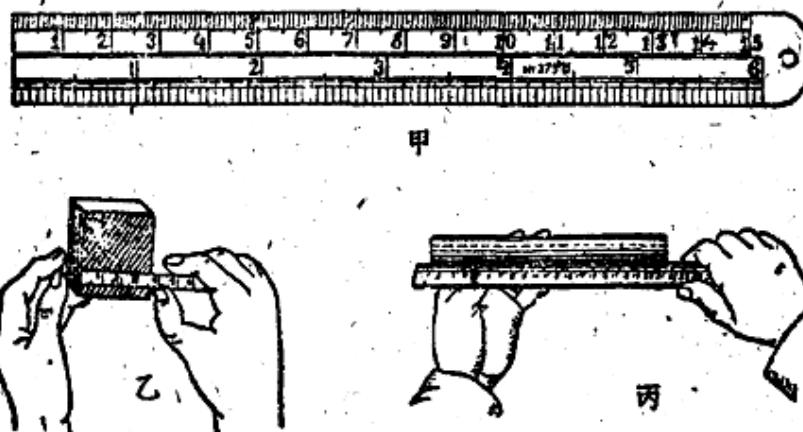

图1-4 钢尺：
1. 钢尺 钢尺是一种常用的测量工具，它是用钢板制成的尺子，可以直接测量出工件尺寸的大小。钢尺一般都刻有公制和英制两种度量单位，常用的长度有：150毫米（6吋），300毫米（12吋），600毫米（24吋），900毫米（36吋）等等。图1-4是一种长为150毫米（6吋）的钢尺。